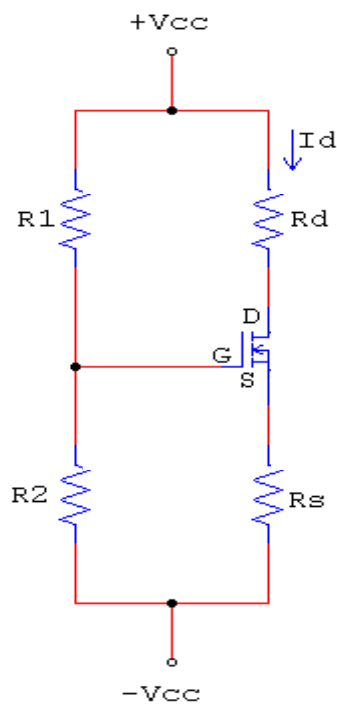

Figura 3.7: Circuito de polarización.
- Monta el circuito de Polarización de la figura 3.7